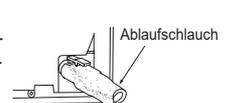
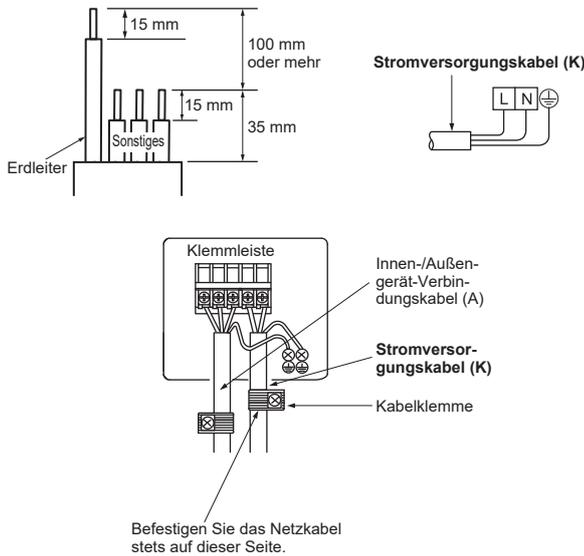

Abbildung 4
Abbildung 5
- Achten Sie bitte beim Anschließen des Ablaufschlauchs an das Hart-PVC-Rohr darauf, den Schlauch fest und sicher in das Rohr einzusetzen. (Abbildung 4)
- 5) Führen Sie den Ablaufschlauch in die Ablassmulde hinten rechts an dem Innengerät ein. (Abbildung 4)
- 6) Führen Sie den Ablaufschlauch durch die Wanddurchbruchhülse (C) und haken Sie den oberen Teil des Innengerätes an der Montagetraverse (1) ein. Bewegen Sie das Innengerät dann vollständig nach links, damit Sie die Verrohrung einfacher an der Rückseite des Geräts anbringen können.
- 7) Schneiden Sie den Abstandshalter aus dem Verpackungsstyropor aus und setzen Sie ihn auf die Rippe auf der Rückseite des Innengeräts. (Abbildung 5)
- 8) Verbinden Sie die Kältemittelleitung mit dem Verlängerungsrohr (B).
- 9) Schieben Sie den unteren Teil des Innengeräts in die Installationsplatte (1) und bringen Sie dann die entfernten Teile in umgekehrter Reihenfolge wieder an.
- Kelchen (Abbildung 4, 5). Achten Sie darauf, dass das Kupferrohr die in der Tabelle angegebenen Abmessungen einhält. Wählen Sie A mm aus der Tabelle in Übereinstimmung mit dem verwendeten Werkzeug.